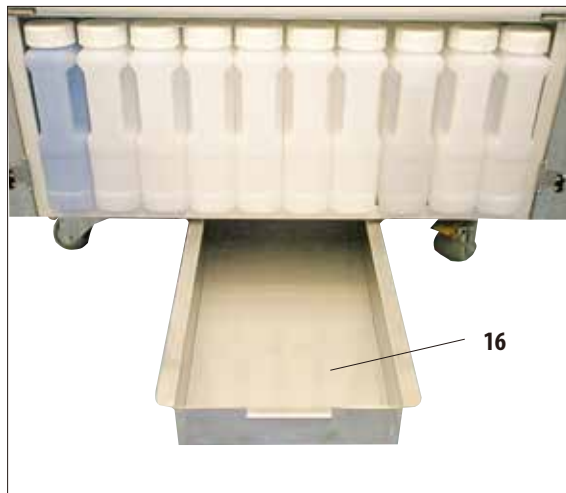

Рис. 53
- Приёмная ванна (16) находится под блоком реактивов. Она служит для сбора пролитых или просыпанных реактивов и предотвращает образование загрязнений внутри прибора и под ним. Объём составляет ок. 5 л.
- Приёмную ванну (16) следует регулярно проверять на наличие пролитых реактивов. Для этого выдвиньте ванну за рукоятку вперёд (рис. 53) и при необходимости опорожните.